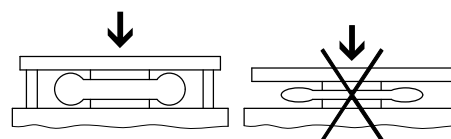

Fig. 3
- Stellen Sie sicher, dass der Balgzylinder die minimale Höhe  $h_{\min}$  nicht unterschreitet. Beispiel Fig. 3.